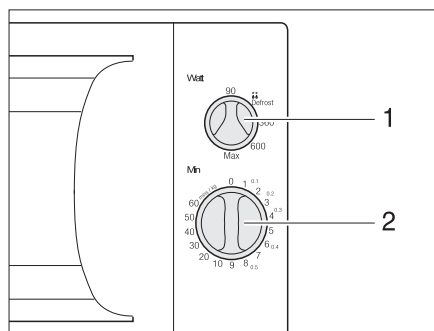

Fig. 135 Elementos de mando del horno microondas
- Seleccionar la potencia con el regulador giratorio (Fig. 135,1).
- Seleccionar el tiempo de cocinado con el regulador giratorio (Fig. 135,2). Comienza el proceso de cocinado.